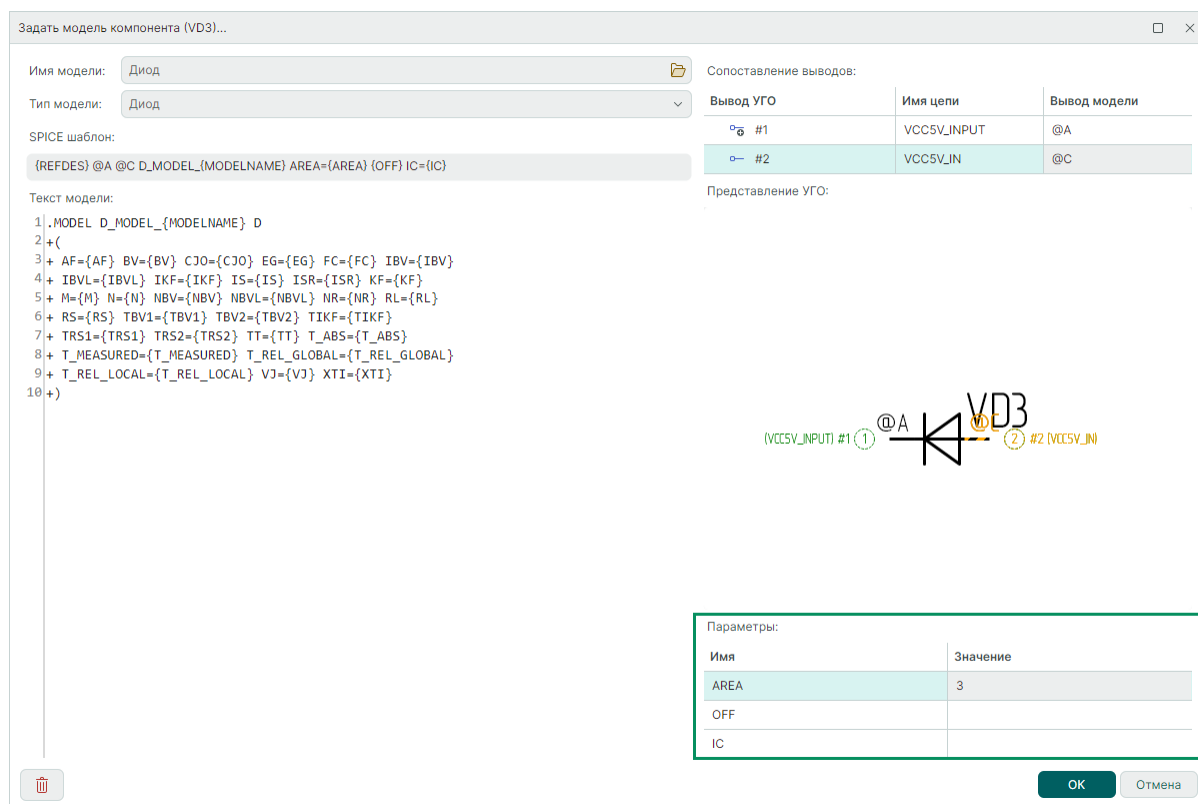

Рис. 32 Назначение параметров модели
5. При наличии параметров и необходимости их назначения укажите нужные значения в таблице «Параметры», см. Рис. 32.